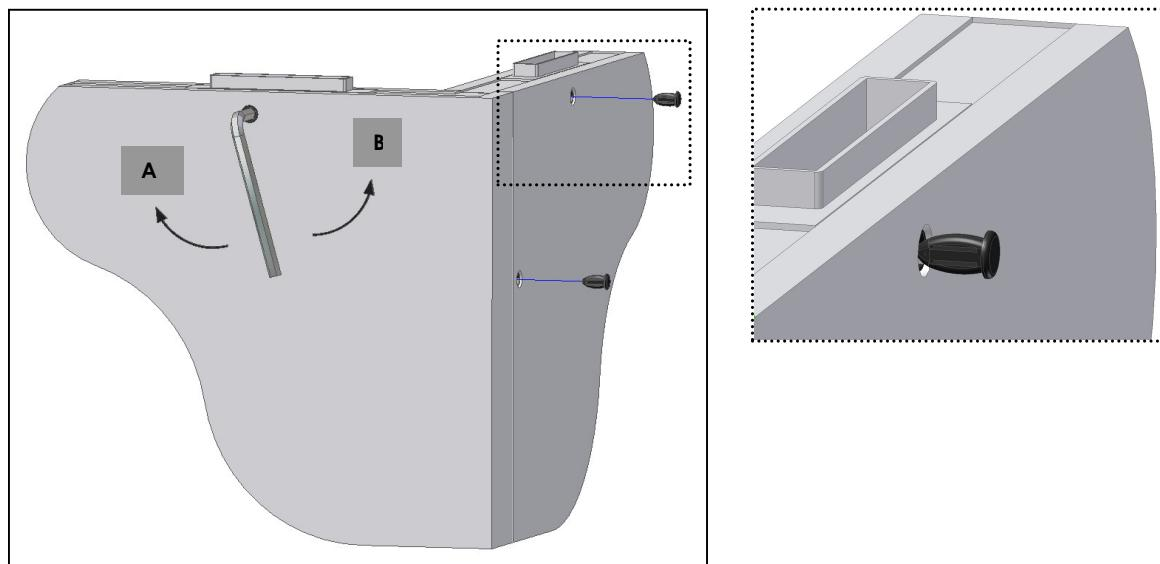

Abb. 11
- Drehen Sie den Werkzeugschlüssel im Uhrzeigersinn bis zum Anschlag (Abb. 11 – Position **A**);
- Drehen Sie den Werkzeugschlüssel in die Gegenrichtung bis es sich verbindet. (Abb. 11 – Position **B**)
➤ Nach dem Druck, stellen Sie die Abdeckung auf dem Loch (Abb.11).